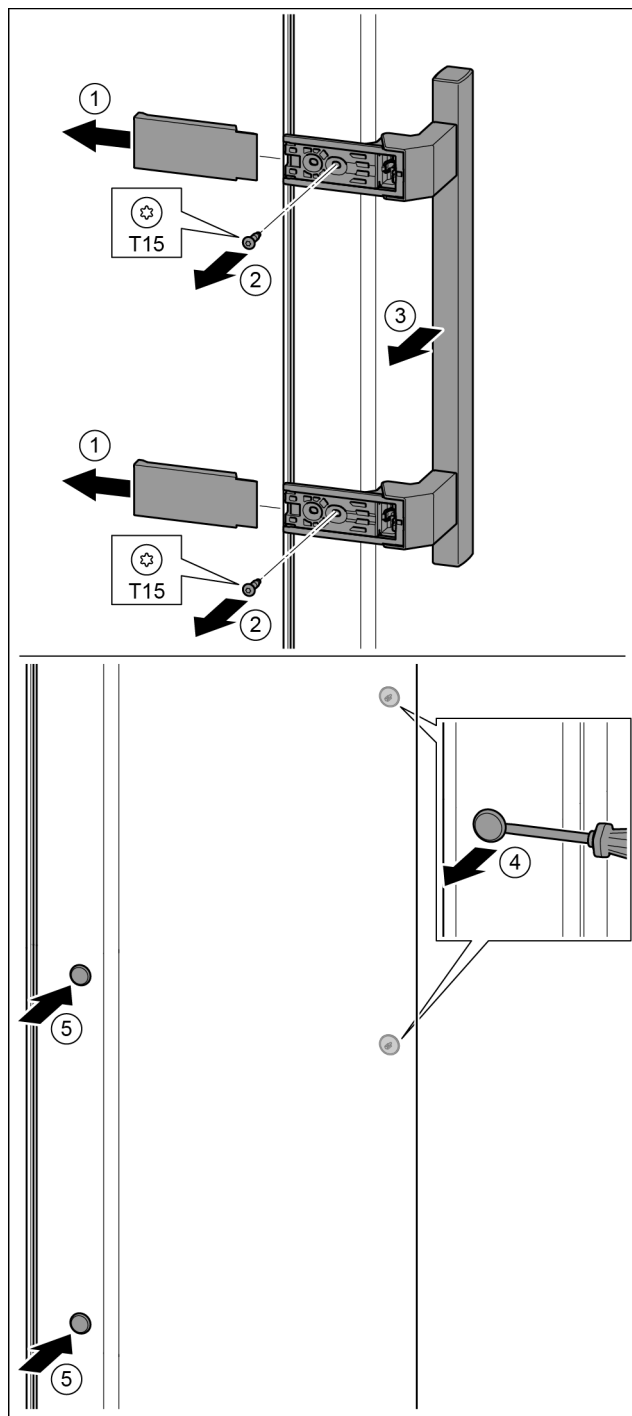

Fig. 18
- ▶ Abdeckung abziehen. Fig. 18 (1)
- ▶ Schrauben mit Schraubendreher T15 herausdrehen. Fig. 18 (2)
- ▶ Griff abnehmen. Fig. 18 (3)
- ▶ Seitlichen Stopfen vorsichtig mit einem Schlitzschraubendreher anheben und herausziehen. Fig. 18 (4)
- ▶ Stopfen auf der anderen Seite wieder einsetzen. Fig. 18 (5)